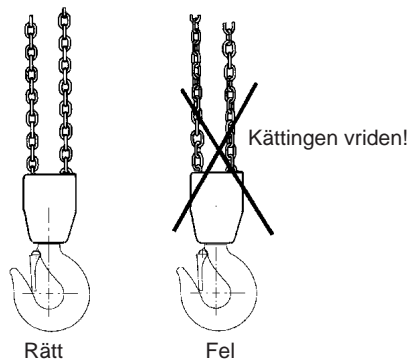

Fig 5
- Kättingen får inte ha kinkar och ej heller vara vriden. För 2-partigt spaklyftblock (6 ton) finns risken att kättingen blir vriden genom att underblocket råkar bli vänt igenom kättingslingan – oftast vid ommontering eller flyttning av lyftblocket mellan olika arbetsställen. Se fig 5.